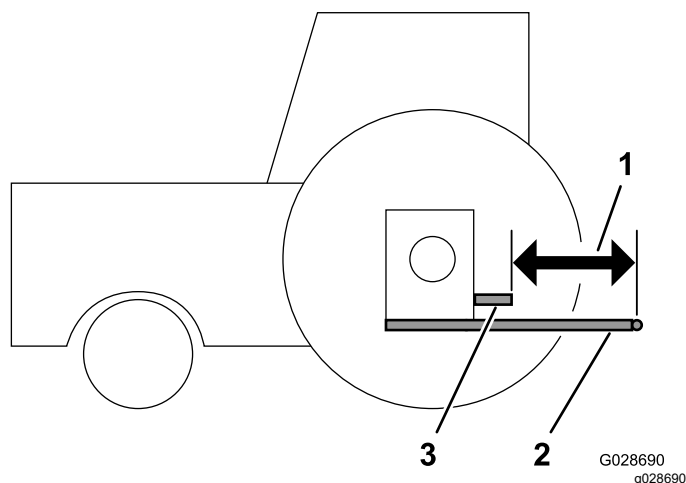

Figure 9
distance qui les sépare de l'extrémité de l'arbre de sortie de PDF (Figure 9).
2. Mesurez la distance entre l'extrémité de l'arbre de sortie de la PDF et le point de fixation des bras tirés inférieurs (Figure 9). Notez le volume ici :